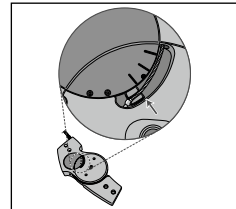

Fig. 5
3. Controleer na het verwijderen van de afdekplaat of de bovenzijde van de hevel (met daarin de satellietkabel) parallel staat met de onderste van de drie streepjes op de functie unit (**zie fig. 5**).
12. Controleer nogmaals de juiste positie (Modus 3) van de hevel in de functie unit het scharnier (zie fig. 5).